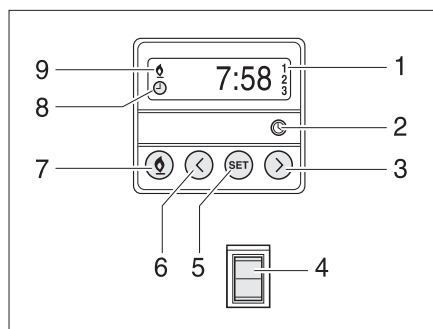

Fig. 188 Unidad de mando para la calefacción auxiliar
- Pulsar la tecla (Fig. 188,7). El funcionamiento de la calefacción se indica con el símbolo (Fig. 188,9). El ventilador apenas se conecta con una temperatura del agua de refrigeración de 30 °C.
- Pulsar la tecla (Fig. 188,7). Se apaga el símbolo (Fig. 188,9).
- Pulsar el interruptor (Fig. 188,4) por abajo. Se precalienta el motor. El ventilador se conecta inmediatamente.
- Pulsar el interruptor (Fig. 188,4) por arriba. El motor permanece frío.
- Pulsar la tecla (Fig. 188,2). El ajuste de la hora se indica con el símbolo (Fig. 188,8).
- Ajustar la hora con las teclas (Fig. 188,3 y 6).
- Pulsar la tecla (Fig. 188,5).
- Ajustar en 10 segundos el tiempo de conexión con las teclas (Fig. 188,3 y 6).
- Pulsar la tecla (Fig. 188,5) tantas veces como sea necesario hasta que aparezca en el display el número de programación (Fig. 188,1).